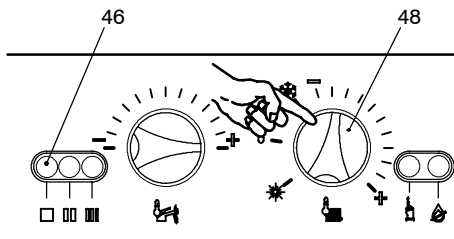

fig. 7.2
- 6 Nel pannello comandi ruotare il selettore di funzione 48 come in fig. 7.2